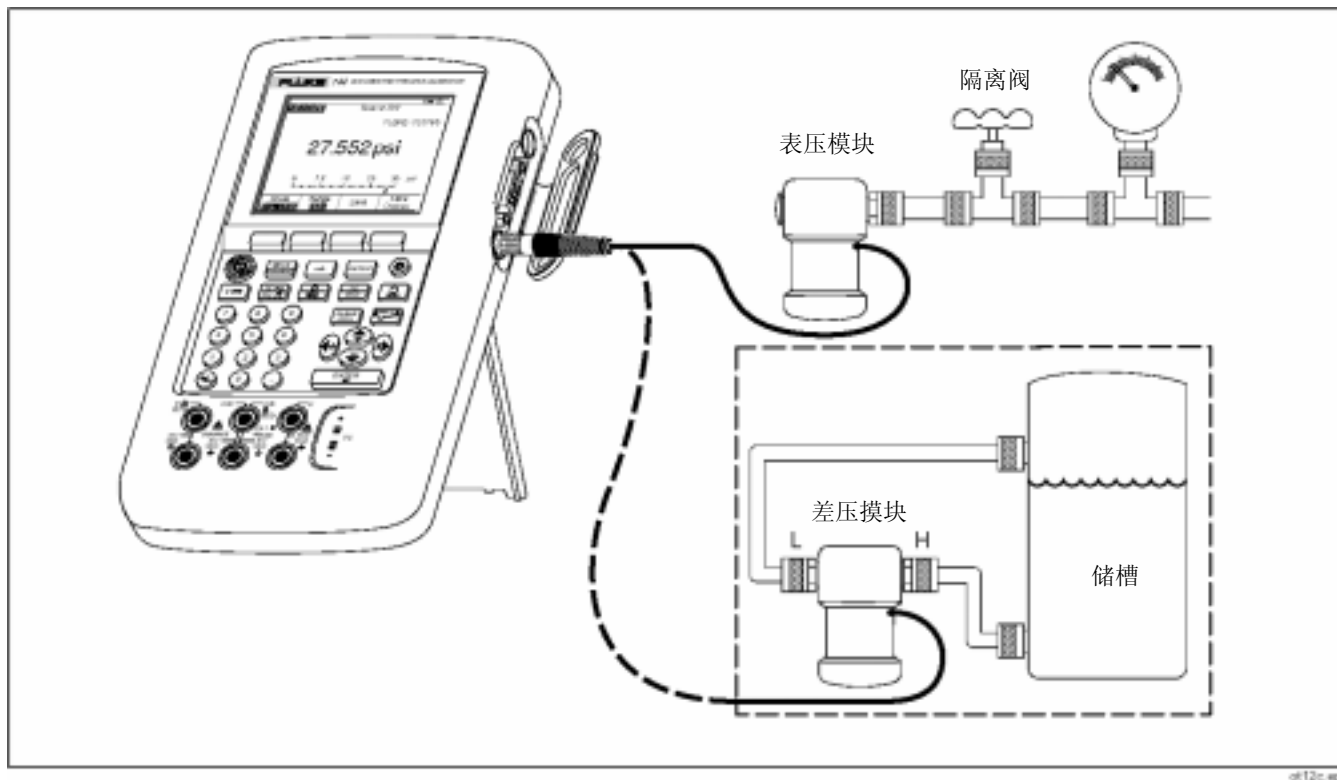

图 12 测量压力的连接
1. 如图 12 所示，将压力模块连接到校准器。压力模块上的螺纹允许连接标准的 1/4 NPT 管接头。如果必要，请使用提供的 1/4 NPT 至 1/4 ISO 接头。